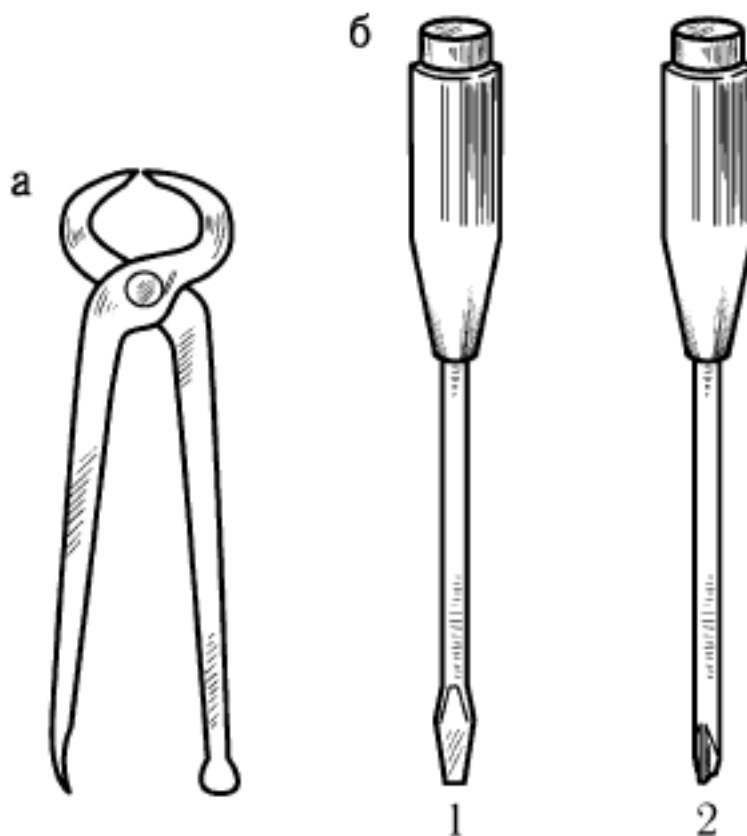

Рис. 29. Клещи и отвертки: *a* – клещи; *б* – отвертки: 1 – прямая; 2 – крестовая
3. Клещи и отвертки (рис. 29) предназначены соответственно для вытаскивания гвоздей и вкручивания шурупов. Отвертки бывают крестовые и прямые.